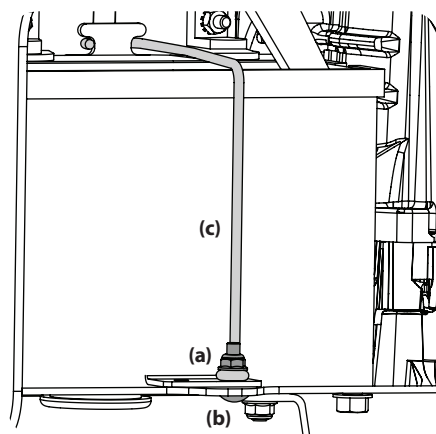

Figure 4-5
- Retirez l'écrou autobloquant à bride (a) et le boulon de carrosserie (b) qui retiennent la tige de retenue. Voir Figure 4-5.